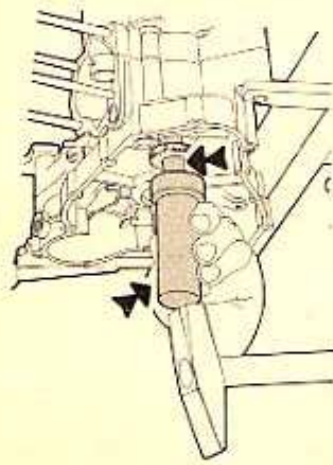

FIG. 41 Montaggio paraoli
- 15) Montare i paraoli preferibilmente nuovi, usando le apposite buste di guida e relativi tamponi (fig. 41).